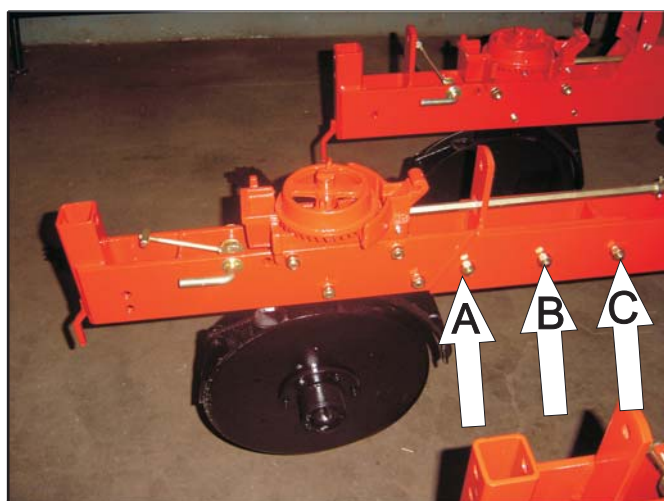

Fig. 58
2. Solte os parafusos (**A**), (**B**) e (**C**) da linha da semente (**Fig. 58**), removendo somente os parafusos (**A**) e (**B**). “Muito cuidado com os pés durante o manuseio, pois a parte posterior da linha onde fica o disco do adubo estará solta e pode se apoiar no solo”.